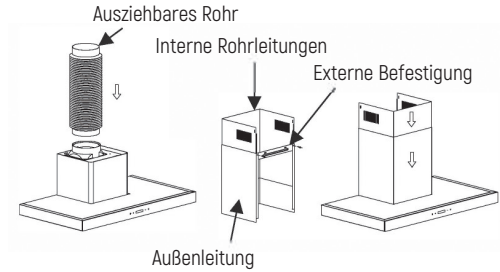

Abb. 3
3. Befestigen Sie die äußere Kanalkonsole und stellen Sie sicher, dass das Innenrohr frei in der Höhe verstellt werden kann, und befestigen Sie das Verlängerungsrohr. Danach das Verlängerungsrohr und den Kanal auf der Haube installieren. Siehe Abb. 3.